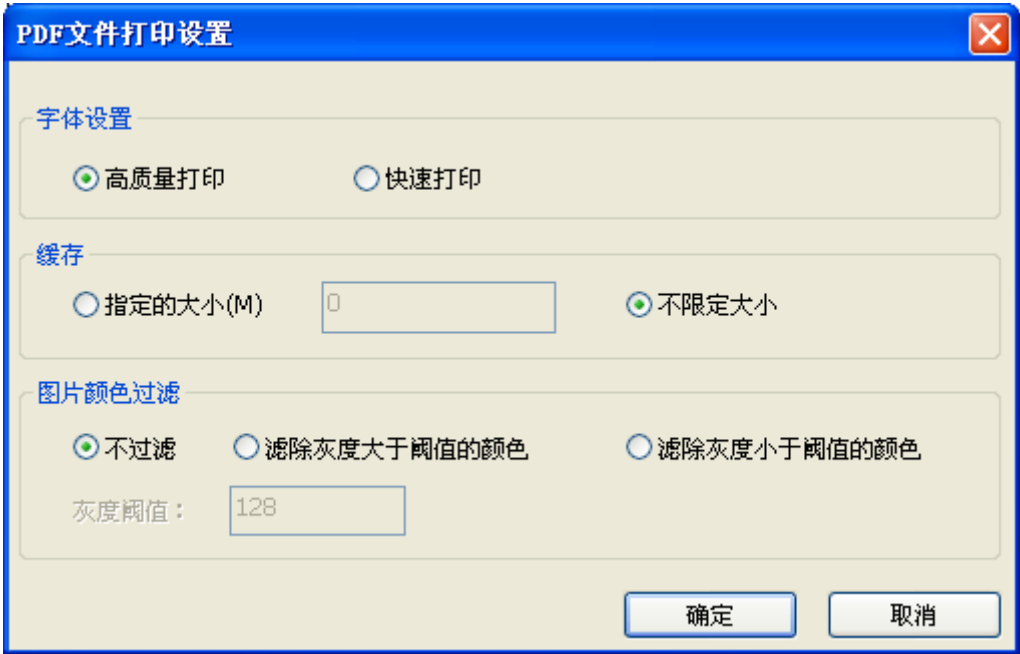

图 3.12 PDF 文件打印设置界面
**PDF 打印设置：** 菜单<设置>→<PDF 打印设置>选中时，选择 PDF 文件的字体设置，如下图 3.12 所示。